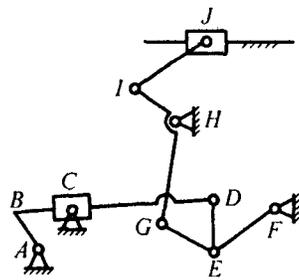

图 1-32
11. 计算图 1-32 所示机构的自由度, 若有复合铰链、局部自由度或虚约束, 需明确指出。